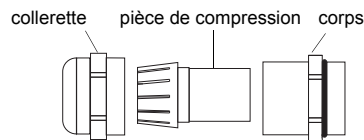

Fig. 6.8: Presse-étoupe
- Faites passer le câble d'alimentation à travers la collerette, la pièce de compression et le corps du presse-étoupe (voir Fig. 6.8).
- Fixez le presse-étoupe en vissant la collerette sur le corps du presse-étoupe (voir Fig. 6.8).
- Faites passer le câble de sortie à travers la collerette, la pièce de compression et le corps du presse-étoupe (voir Fig. 6.8).